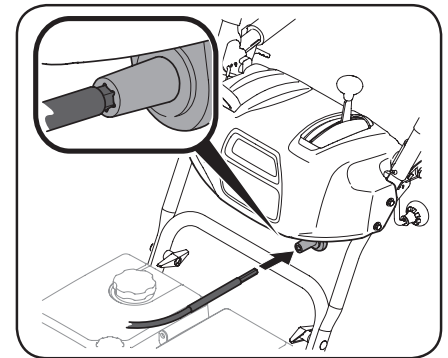

Figura 2-35
6. Inserte el extremo hexagonal del eje flexible en el acoplamiento de la varilla de control del canal que está debajo del tablero de instrumentos. Consulte Figura 2-35.